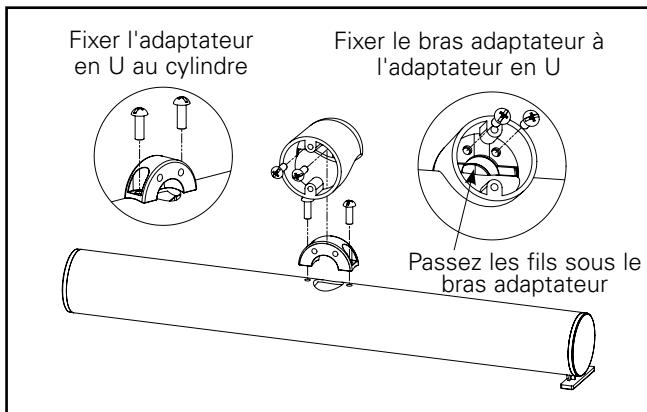

Figure 3.
- c. **MONTAGE MURAL** : Déplacez le faisceau de câbles du boîtier vers le côté du mur du luminaire. Montez l'adaptateur U sur le boîtier à l'aide des deux vis, en faisant passer les fils sous l'adaptateur. Faites passer le faisceau de câbles du boîtier dans le bras de l'adaptateur et abaissez le bras de l'adaptateur sur l'adaptateur en U. Alignez les trous de vis sur le côté de l'adaptateur en U et les trous de vis du bras de l'adaptateur interne et fixez-les ensemble avec deux vis. Faites passer le faisceau de câbles du boîtier à travers le trou central sélectionné sur la monture et fixez la monture au bras adaptateur avec deux vis. Assurez-vous que le trou de la vis de fixation de la monture est orienté vers le bas (voir figure 3).